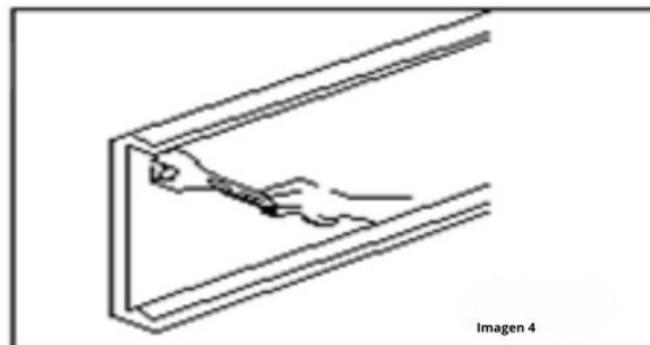

Imagen 4
- (3) Con la junta, la tuerca fija la parte inferior, luego instala la máquina completa (imagen 4).